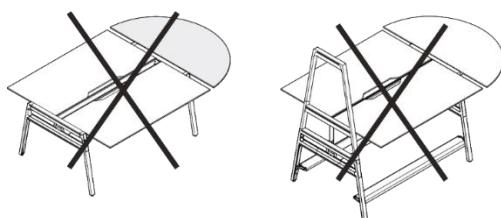

Figure 11 Plateau complémentaire semi-circulaire,
- Poste de travail double en pose libre, hauteur d'assise, uniquement un plateau complémentaire (voir Figure 11, à gauche).
- Poste de travail double en pose libre, hauteur de la position debout (voir Figure 11, à droite).